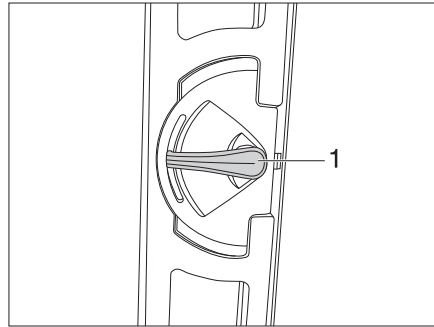
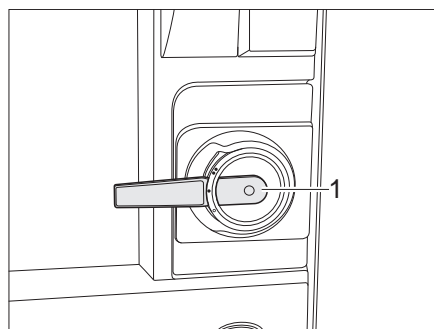

Bild 20 Variante 1: Türschloss Eingangstür, innen, offen
Bild 22 Variante 2: Türschloss Eingangstür, innen, offen
**Öffnen:** ■ Den Türgriff (Bild 20,1 bzw. Bild 22,1) nach unten drücken.